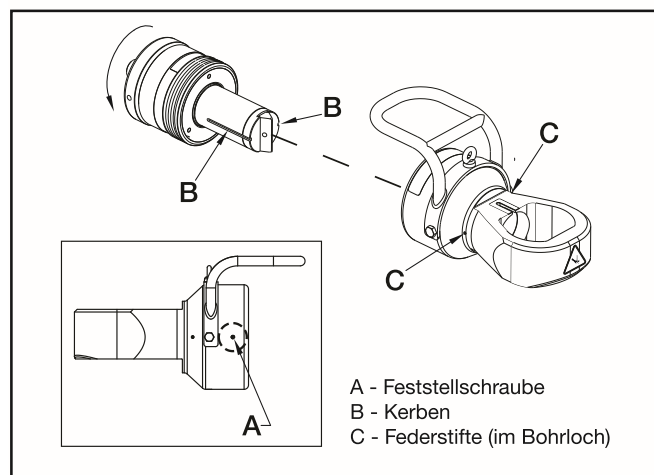

Abb. 3, Zusammenbauen von Zylinder und Schneidkopf
2. Lösen Sie die Kunststoff-Feststellschraube (Abb. 3, Punkt A) an der Schafthülse des Schneidkopfes.
3. Stecken Sie den Zylinder in den Kopf und richten Sie dabei die axialen Schlitz im Messerhalter (Abb. 3, Punkt B) mit den Federstiften (Abb. 3, Punkt C) im Bohrloch des Schneidkopfes aus. Drehen Sie den Zylinder nach der Ausrichtung in die dargestellte Richtung, um die Schraubengewinde einzurasten.
3. Falls festgezogen, lösen Sie die Kunststoff-Feststellschraube unter der Schafthülse des Schneidkopfes. Siehe Abb. 3, Punkt A.
3. Falls festgezogen, lösen Sie die Kunststoff-Feststellschraube im Schafthülseenteil des Schneidkopfes. Siehe Abb. 3, Punkt A.